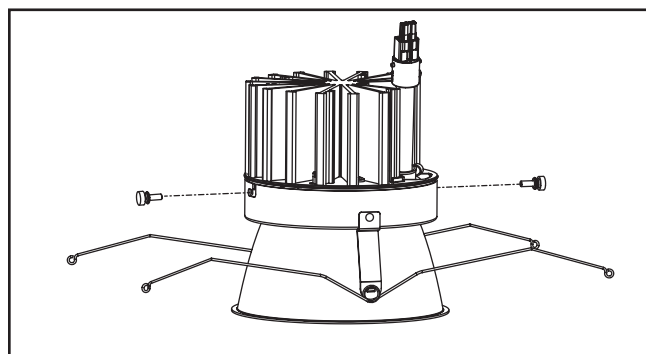

Figura 6.
4. Usando los tornillos de ajuste manual incluidos, asegure con firmeza la moldura inferior al motor de la luminaria LED. Alinee el enchufe de alimentación del motor de la luminaria LED con el conector del alojamiento cilíndrico y bloquéelos juntos (Figura 6.).